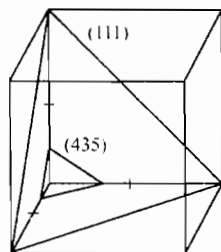

图 7-1 第二题解答图
二、立方晶系中 (111) 面、(435) 面如图 7-1 所示。立方晶系空间点阵特征是点阵参数有如下关系： $a = b = c$ ， $\alpha = \beta = \gamma = 90^\circ$ 。也可用具有哪类对称元素表示，若有四个三次转轴，则对应立方点阵。